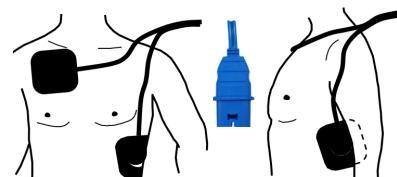
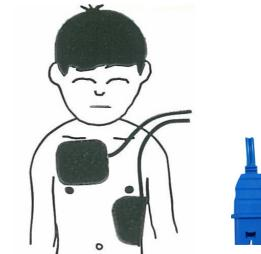

Fig. 3.1 Sites d'application des électrodes adultes
Fig.3.2 Sites d'application pour les enfants de plus de 25 kg (55 livres)
Le placement des électrodes est effectué de la même façon chez les adultes et les enfants dont le poids est supérieur ou égal à 25 kg (55 livres) (voir Fig. 3.1 Sites d'application des électrodes adultes et Fig.3.2 Sites d'application pour les enfants de plus de 25 kg \(55 livres\)).
3. Coller la seconde électrode de biais sous le sein gauche, tel qu'il illustré à la Fig. 3.1 Sites d'application des électrodes adultes Fig.3.2 Sites d'application pour les enfants de plus de 25 kg \(55 livres\).